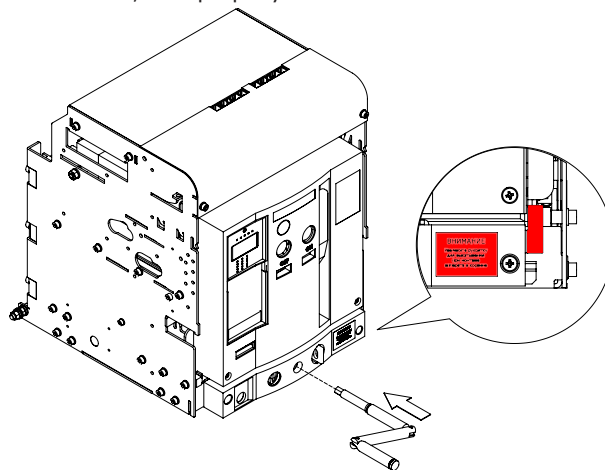

Рисунок 24 – Установка рукоятки для выкатывания
4.3.2 Установить рукоятку для выкатывания, смотри рисунок 24.